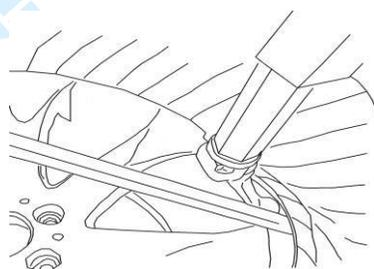

Рис.15
Внимание! Кронштейн диска подходит не для всех шин, некоторые требуют следующей операции: Поместите монтажную головку над ободом; введите подъемный рычаг в зазор между нижним бортом и ободом, навесьте шину на монтажную головку (рис. 15). Нажмите на приводную педаль и поверните поворотный стол. С помощью монтажной головки полностью отсоедините шину.
3. Перед операцией проверьте устройство: нажмите педаль накачивания на среднюю позицию (положение 1 Рис. 15), должен податься воздух из головки накачивания. нажмите педаль накачивания до конца (положение 2 Рис. 15), сильная струя сжатого воздуха должна выйти из отверстий в четырех кулачках.